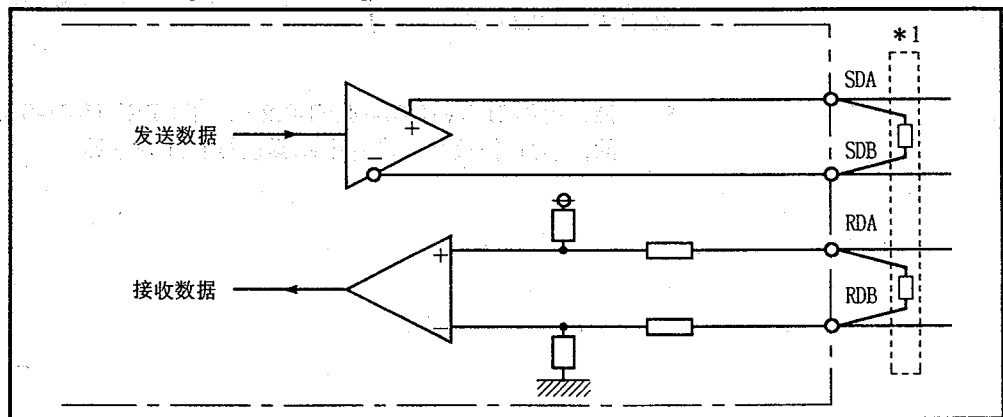
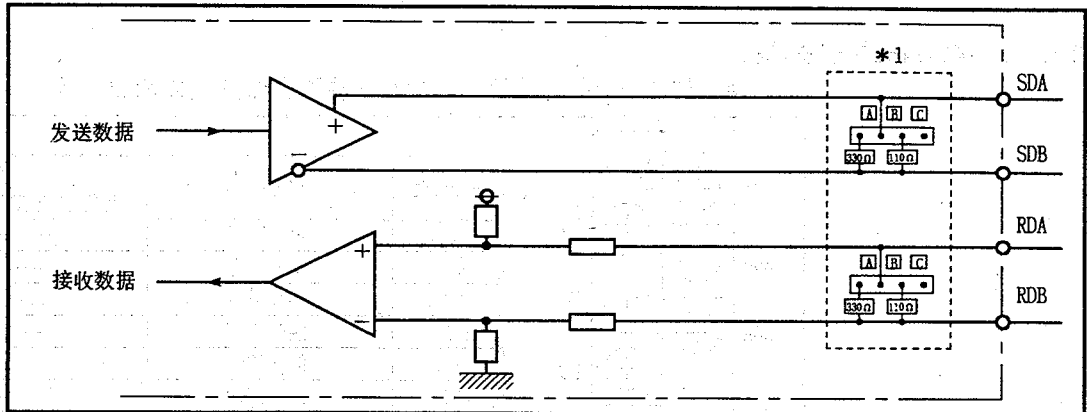

图3.4 接口功能方框图
图3.5 接口功能方框图
② RDA、RDB信号
③ SG信号
④ FG信号
(2) 功能方框图如图3.4、图3.5所示。